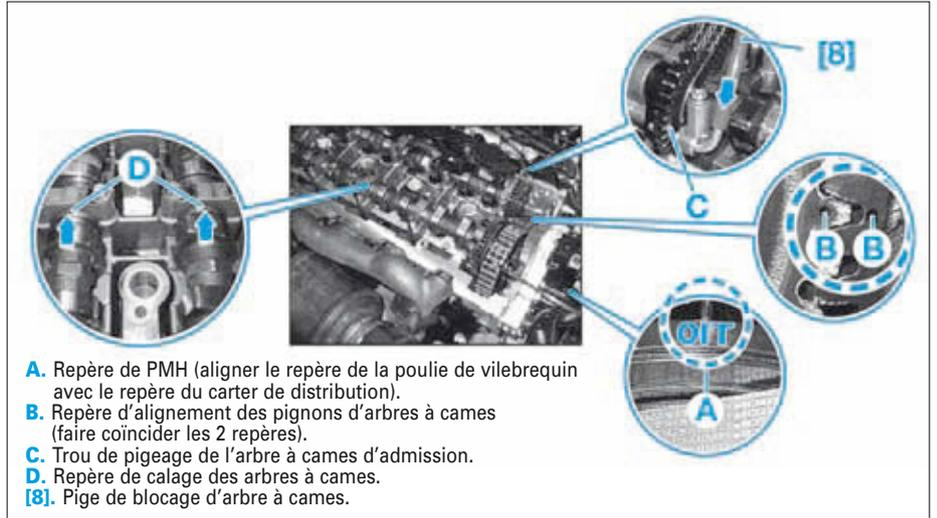

FIG. 14
- Contrôler le calage de la distribution (Fig.14).